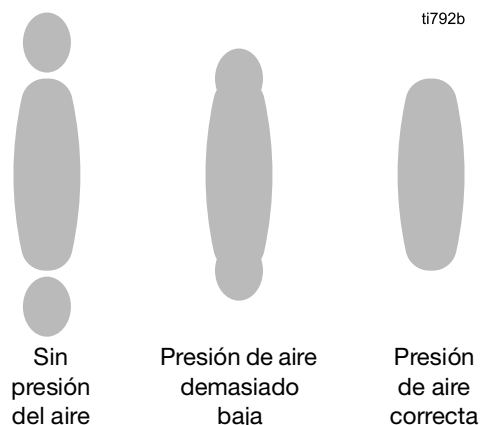

FIG. 20: Colas de atomización
8. Aumente lentamente la presión de aire de entrada hasta que las colas estén completamente atomizadas y sean atraídas al centro del patrón de pulverización. Consulte la FIG. 20.